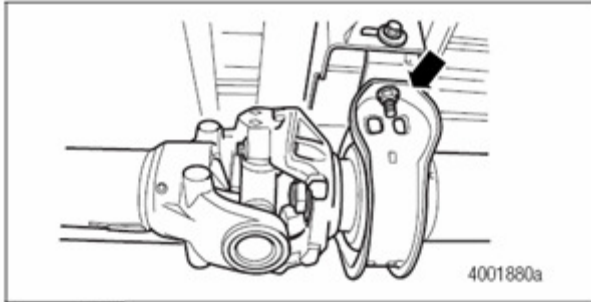

Figura 4.11
2. Inspeccione los pernos de la ménsula del soporte central para encontrar holgura. Figura 4.11